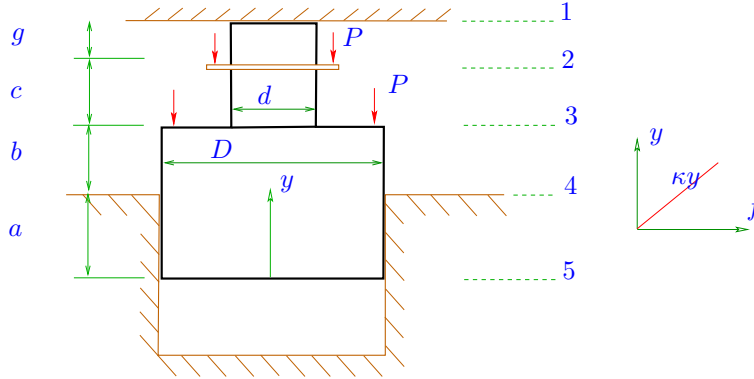

Figura 2: Columna
2. (25 puntos) En la Figura 2 se tiene una columna de sección circular, de diámetros  $d = 3\text{cm}$  y  $D = 6\text{cm}$ , la cual está fija en el plano 1 y sujeta a roce entre los planos 4 y 5. El roce actúa en forma constante y uniforme a lo largo del eje  $y$  según la expresión  $f = \kappa y$  Kgf/cm (con  $\kappa$  constante) evitando el deslizamiento de la columna (ver figura auxiliar de la derecha). Entre los planos 1 y 5 la columna se deforma pero el plano 5 no se mueve. Una fuerza  $P = 10\text{Tonf}$  total se aplica en los planos 2 y 3 a lo largo de la periferia del cilindro.